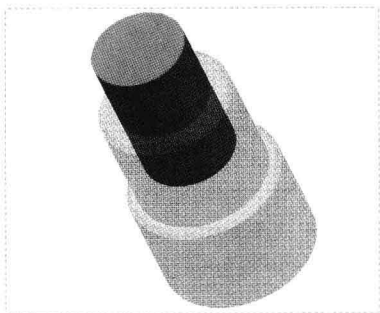

图 11-39 创建拉伸特征
Step 10 执行操作后,单击“应用并保存在工具中所做的所有更改,然后关闭工具操控板”按钮 ,完成拉伸特征的创建,如图 11-39 所示。